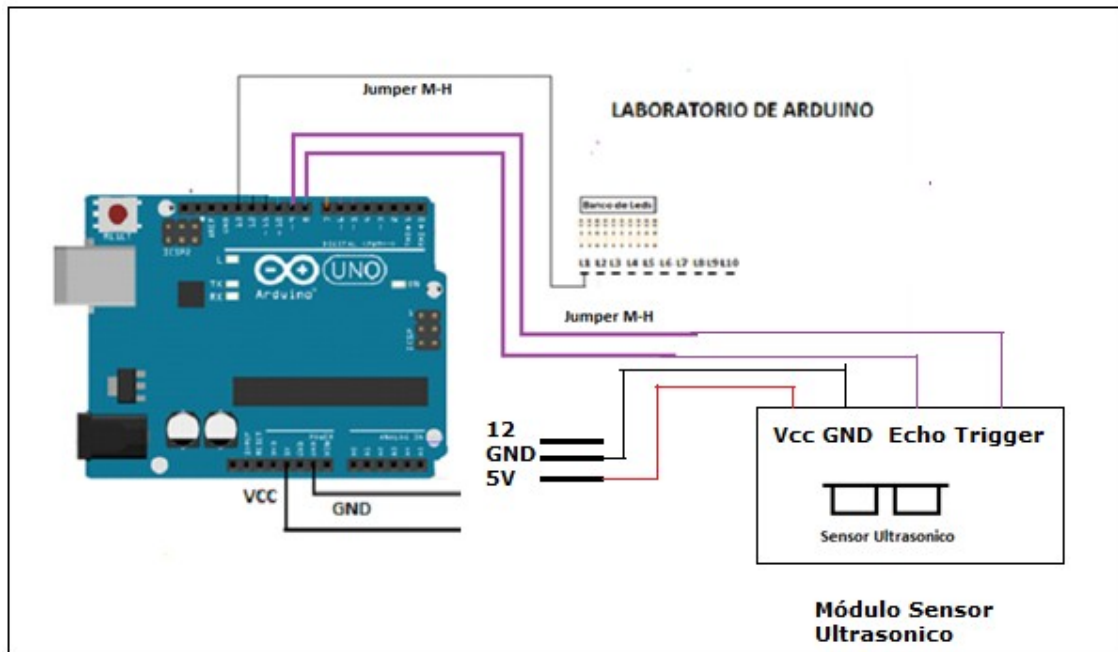

Figura 6. Configuración del sensor ultrasónico
3.1 Conecte el voltaje de Arduino  $V_{cc}=5V$  a la barra de voltajes  $V_{cc}=5V$  al igual que su conexión de tierra GND a GND , figura 6.